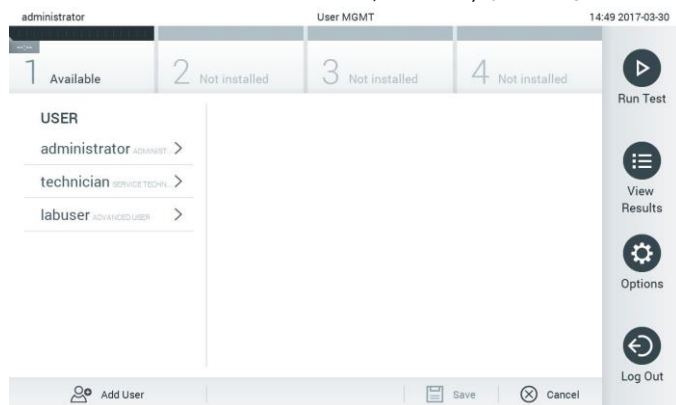

Figura 47. Ecranul User Management (Gestionarea utilizatorilor).
1. Apăsăți butonul **Options** (Opțiuni), apoi butonul **User Management** (Gestionarea utilizatorilor) pentru configurarea utilizatorilor. Ecranul **User Management** (Gestionarea utilizatorilor) apare în zona de conținut a afișajului (Figura 47).